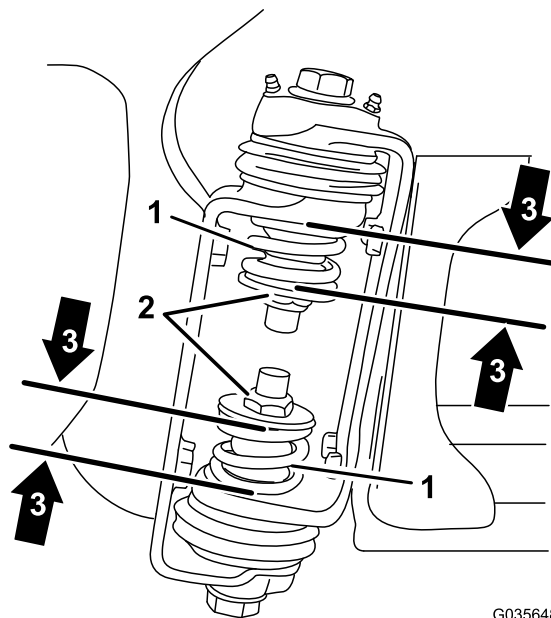

图 5
3. 当喷洒臂段位于伸展位置图 5时在喷洒臂段的铰链处测量上下弹簧的压缩度。